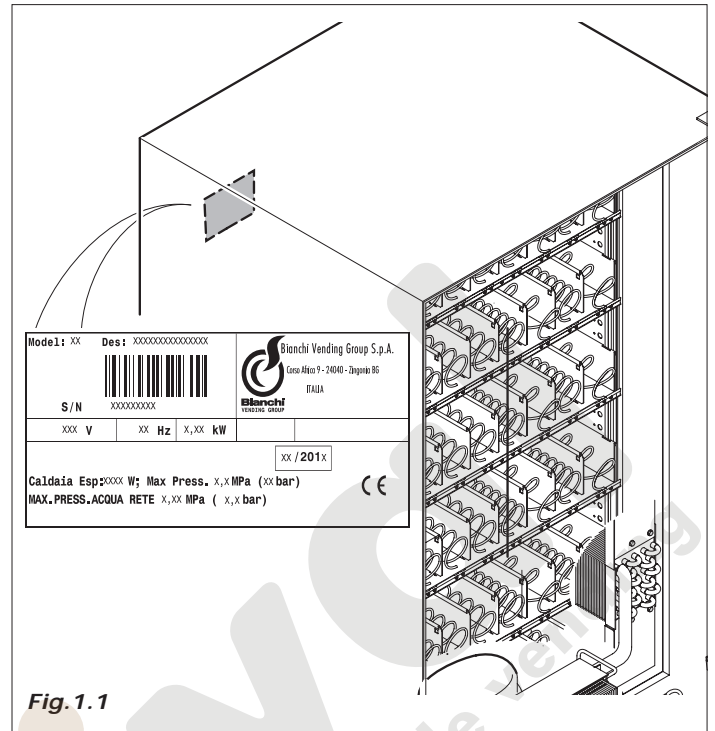

Fig. 1.1
- los datos que aparecen en la placa de características. (Fig. 1.1)